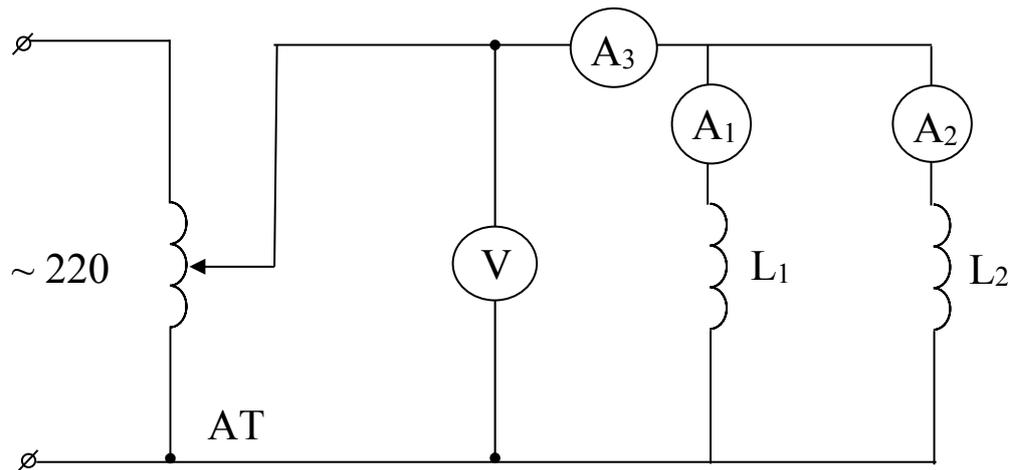

Рисунок 5.6 – Схема параллельного соединения катушек
2.1. Собрать электрическую схему (рисунок 5.6) и предъявить преподавателю для проверки.